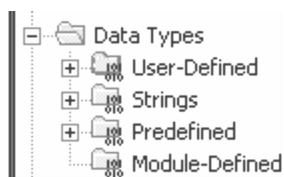

图 9-4 数据类型列表
4. 在控制器项目管理器中的“数据类型”（Data Types）文件夹下，单击“用户自定义”（User-Defined）旁边的 +，如图 9-4 所示。